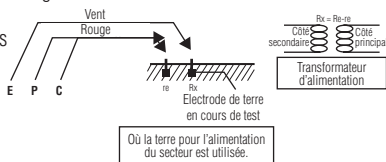

Figure 2
- (1) Cette méthode est conseillée quand la résistance de terre mesurée est supérieure à 10Ω ou quand il est impossible d'enfoncer des piquets de terre auxiliaires. Une valeur approximative de résistance de terre peut être obtenue par le système à deux fils illustré par la Fig. 2.
- (2) Mettre le sélecteur rotatif de fonction sur la position « EARTH VOLTAGE » (tension de terre) et appuyer pour tester. S'assurer que la tension de terre est inférieure à 10 V.
- (3) Mettre le sélecteur rotatif de fonction sur la position « 200 Ω » (tension de terre) et appuyer pour tester. Lire la résistance de terre. Si l'affichage indique « 1 » (MSD), passer sur la position « 2K Ω » et lire la résistance de terre.
- (4) La lecture obtenue Rx) est une valeur de résistance de terre approximative.